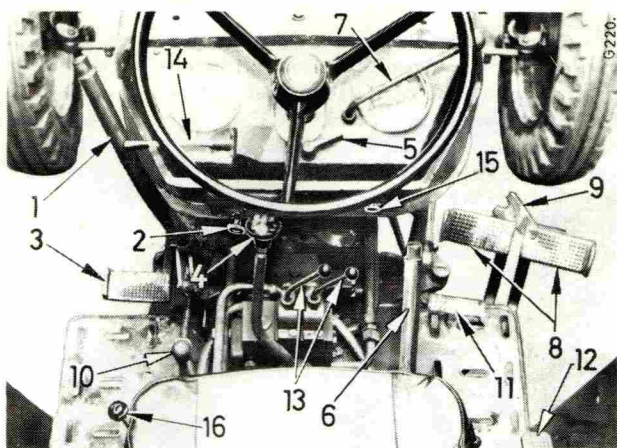

Fig. 6
La pédale de commande du blocage différentiel se trouve du côté droit du tracteur (repère 12, Fig. 6). Pour engager le blocage, il faut appuyer à fond sur la pédale (12) et la maintenir enfoncée. Le blocage cesse automatiquement au relâchement de la pédale.